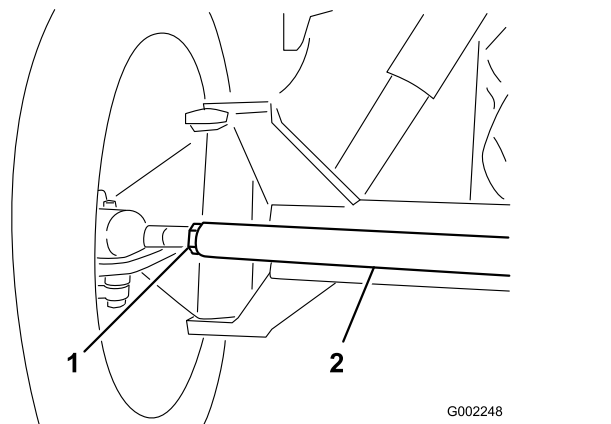

図 53
3. 前後の測定値の差が所定範囲にない場合、タイロッド両端のジャムナットを外して調整を行う(図 53)。